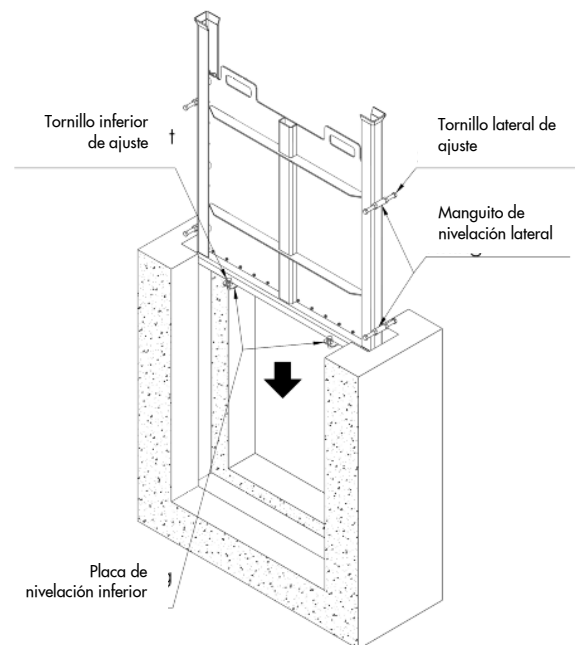

Figura 3
- Posicionar, centrar y nivelar la compuerta ataguía en la roza del muro. Para ello ajustar los tornillos en los manguitos y placas de nivelación (ver Figura 3)